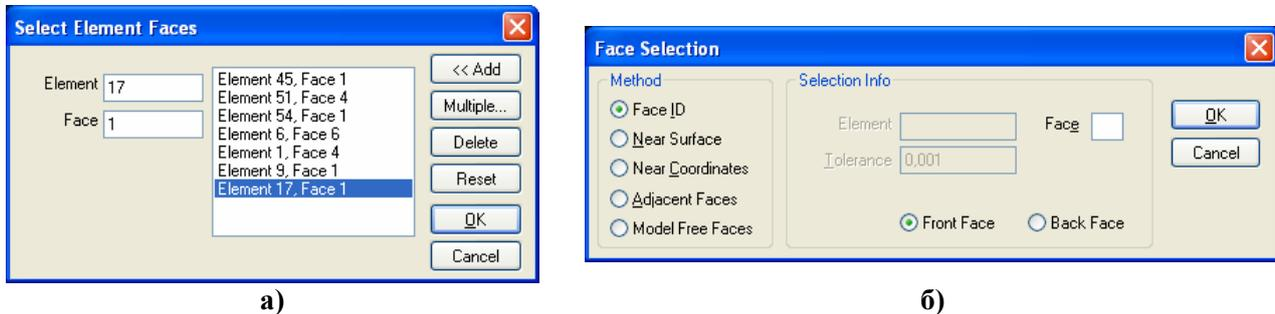

Рис.3.23. Диалоговые панели выбора поверхностей КЭ
Еще есть возможность проводить описанные выше процедуры выдавливания, вращения и вытягивания, когда опорными объектами являются поверхности двумерных или трехмерных КЭ (**Mesh→Sweep→Element Face...**), которые выбираются с помощью диалога „**Select Element Faces**” (см. рис.3.23-а). На ней ID КЭ и номер его стороны можно вводить в список:
- группой КЭ с одинаковым номером поверхности КЭ: кнопкой „Multiple...” вызывает стандартный диалог выбора КЭ, после чего появляется диалоговая панель „Face Selection for Elemental Loads” (см. рис.3.23-б), где номер поверхности КЭ вводится в поле „Face”.